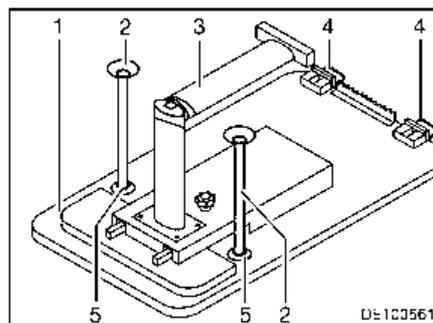

Fig. 80 Base de cama
- Levantar ligeramente por delante el tablero de la mesa (Fig. 80,1).
- Desbloquear en la articulación la pata de la mesa (Fig. 80,3) y plegar.
- Girar el tablero de la mesa aprox. 45° hacia arriba y desenganchar los soportes (Fig. 80,4) de la guía de sujeción superior.
- Según el modelo, encajar los dos pies de apoyo adicionales (Fig. 80,2) en los alojamientos (Fig. 80,5) en el lado inferior del tablero de la mesa.